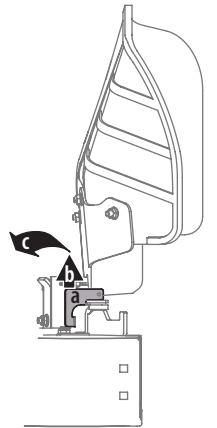

Figura 14
1. El canal se envía adjunto y con un soporte que lo mantiene en posición vertical. El soporte debe retirarse antes de operar el tractor. Vea la Figura 14.
2. Sosteniendo el deflector del canal completamente hacia arriba, retire el soporte (vea la Figura 14):